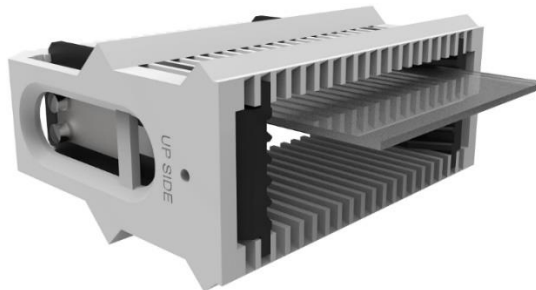

Figure 35 : Insertion d'une lame de taille grand dans le panier
- 1) Si le bouton d'ouverture de porte est allumé en vert, appuyez sur le bouton d'ouverture de porte (Figure 35 – 1).
- 2) Faites glisser la porte du bac du panier à gauche pour l'ouvrir (2).